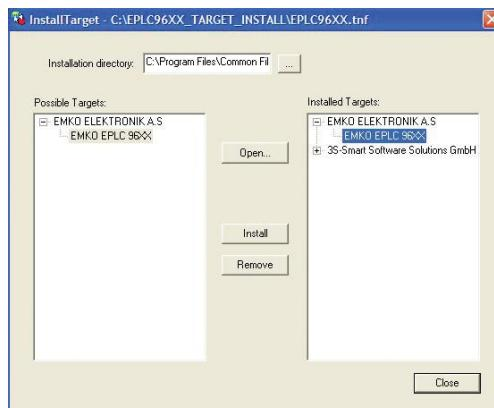

Рисунок 15.6 - установка целевой платформы контроллера EPLC96
- 9) В правом окне можно увидеть, что необходимая целевая платформа установилась успешно (см. Рисунок 15.6);